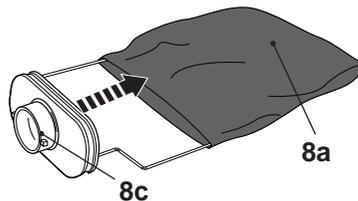

Fig. 10
- > Retirez le sac [8a] du connecteur [8c] (Fig. 10) et videz-le de sa poussière dans un sac poubelle approprié.